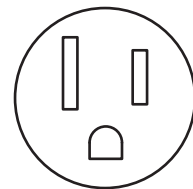

Figure 2
REMARQUE: De nombreux bâtiments et maisons sont équipés avec des circuits en dérivation de 15 et de 20 A. Le circuit recommandé pour l'utilisation de ce découpeur plasma est un circuit en dérivation dédié de 20 A. Vérifier que la prise murale est une prise de 20 A comme celle montrée dans la figure 2 et vérifier sur le panneau électrique que la prise est reliée à un disjoncteur de 20 A. Il est important qu'aucun autre dispositif électrique ne soit simultanément alimenté par le même circuit en dérivation. L'utilisation de cet appareil sur un circuit en dérivation de 15 A peut entraîner un déclenchement du disjoncteur.
- ◆ Vérifier que la pince à souder est correctement connectée à la pièce à usiner, à proximité de la trajectoire de découpe. La pince à souder doit être connectée au métal nu dans une zone exempte de rouille, de peinture ou de toute autre substance non conductrice. Voir la Figure 2.